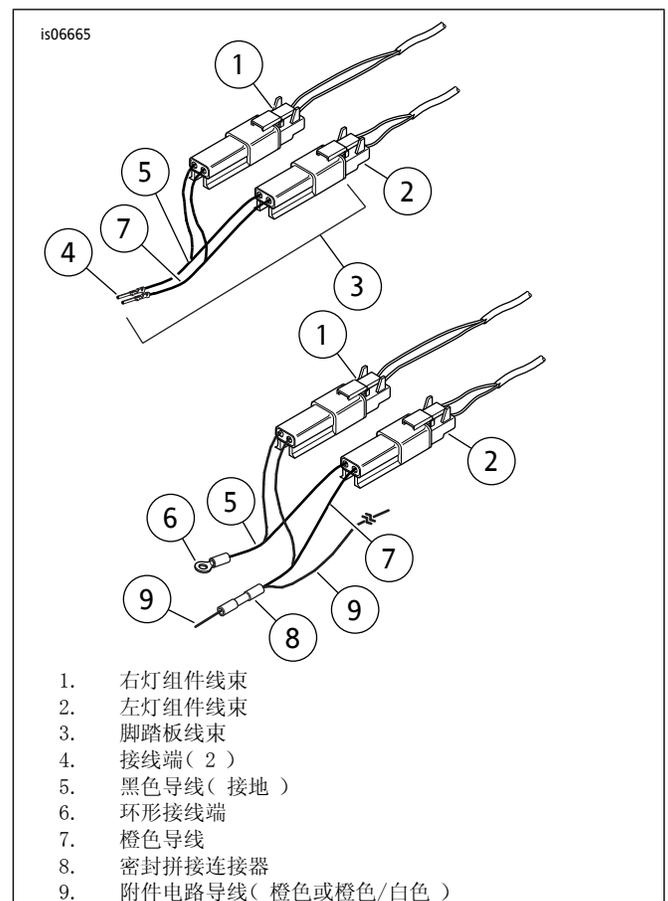

图11。电气连接-所有1993年款及之前的车型和2010年款及之前的软尾车型
1. 参见图11。将右(1)和左(2)灯组件线束插入套件中提供的脚踏板线束(3)。